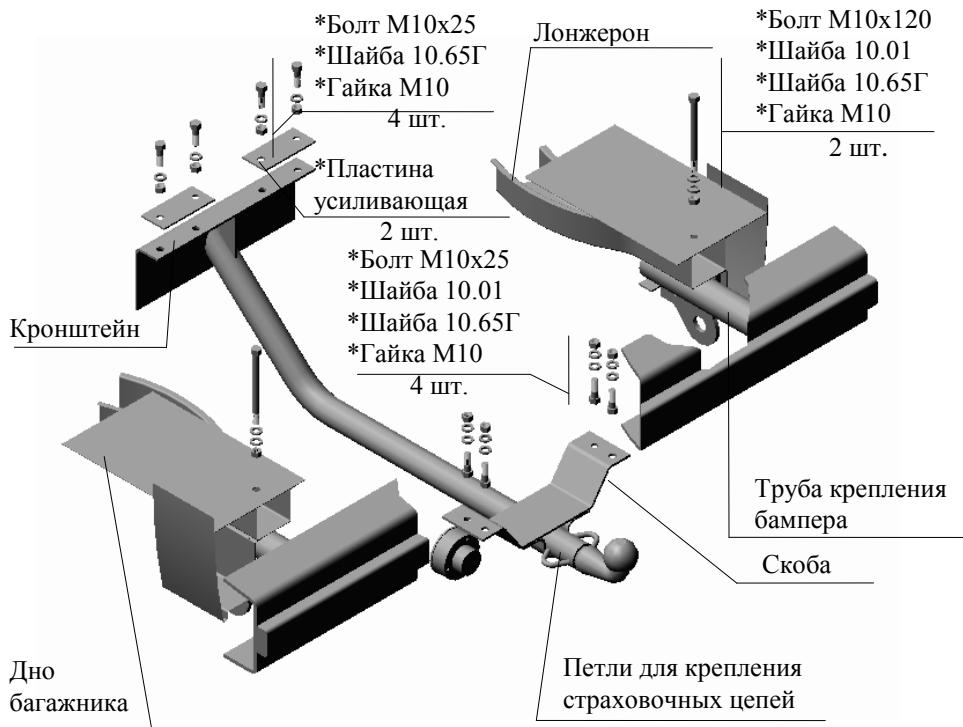

РИС.1 Тягово-сцепное устройство ТСУ 2121 исп.2
2.1 ТСУ 2121 в сборе (рис.1)	1 шт.
2.2 Пакет с комплектующими (см. рис.1)	1 шт.
4.3 Закрепить ТСУ восемью болтами M10x25 к заднему бамперу и дну багажника. Болты расположить в соответствии с рис.1. Усиливающие пластины расположить между головками болтов и полом багажника автомобиля, а шайбы - между кронштейном ТСУ и гайками M10.